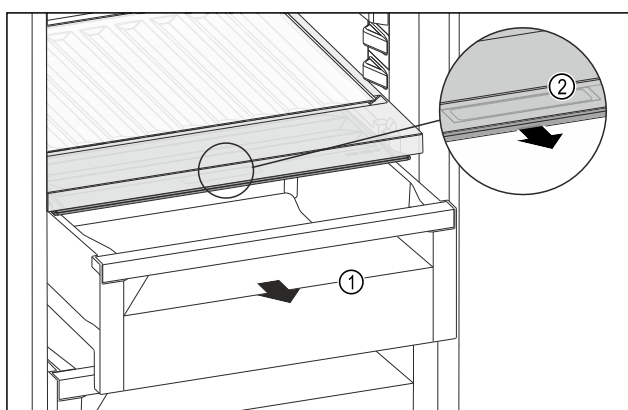

Fig. 123
- Zásuvku Fig. 123 (1) vytáhněte.
- Uchopte prohlubeň pro rukojeť Fig. 123 (2) na víku zásuvky a současně zatáhněte za víko zásuvky směrem dopředu.